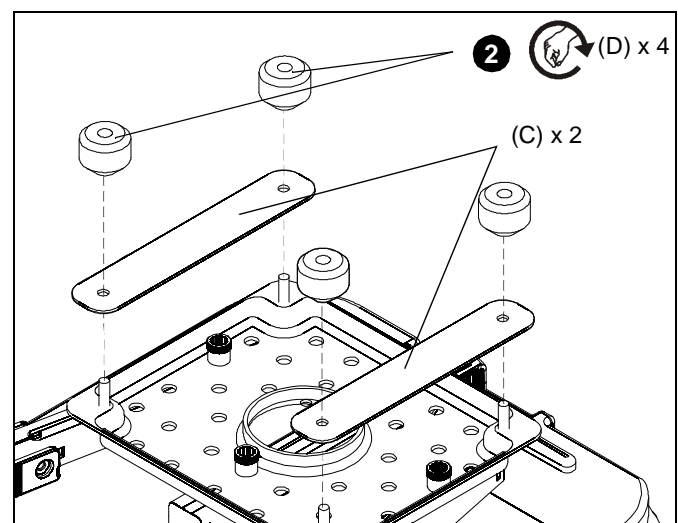

Abb. 10
**HINWEIS:** Sicherheitsanschlussplatten (C) können nur verwendet werden, wenn eine SLBU-Anschlussplatte an eine RPA- oder nicht-verriegelnde RPM-Halterung angeschlossen wird.
1. Montieren Sie die Sicherheitsanschlussplatten (C) über den Schrauben an der SLBU-Hauptplatte. (See Figure 10)
2. Montieren Sie die Flügelmutter (D) ein Stück weit auf die Schrauben der SLBU-Hauptplatte. (See Figure 10)